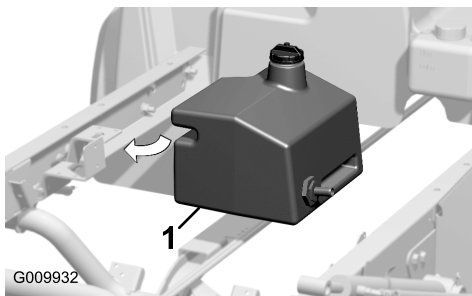

Figura 8
- Collocate il serbatoio idraulico in modo che un lato si posizioni sul canale inferiore di sinistra del telaio, e che la fessura sull'altro lato del serbatoio si allinei con i fori nel braccio del telaio (Figura 8).